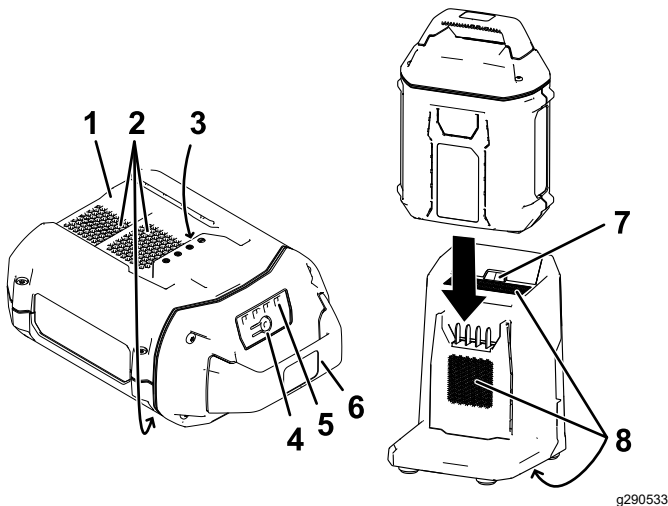

Bild 15
2. Fluchten Sie das Loch im Akkupack (Bild 15) mit der Zunge am Ladegerät aus.
3. Schieben Sie den Akkupack in das Ladegerät, bis es einrastet (Bild 15).